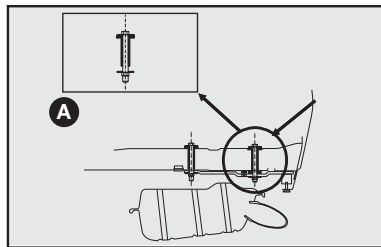
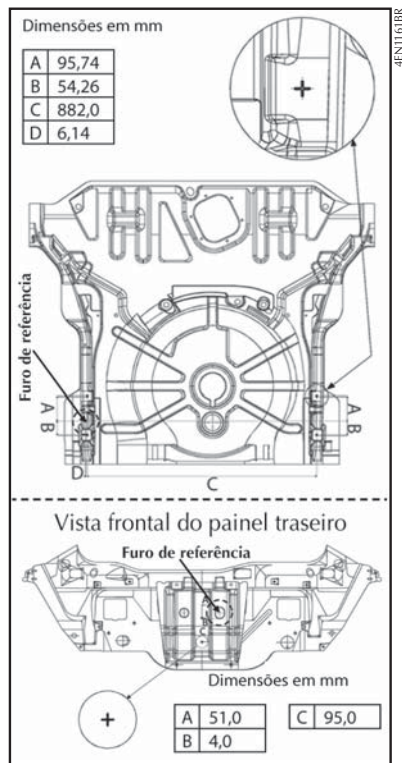

fig. 12
fig. 13
- Efetuar no veículo a furação com \varnothing (diâmetro) 11 mm traspassando o assoalho posterior (ver detalhe **A-fig. 12**) e a longarina nas marcas esquemáticas indicadas na figura correspondente ao modelo do seu veículo **fig. 13**.